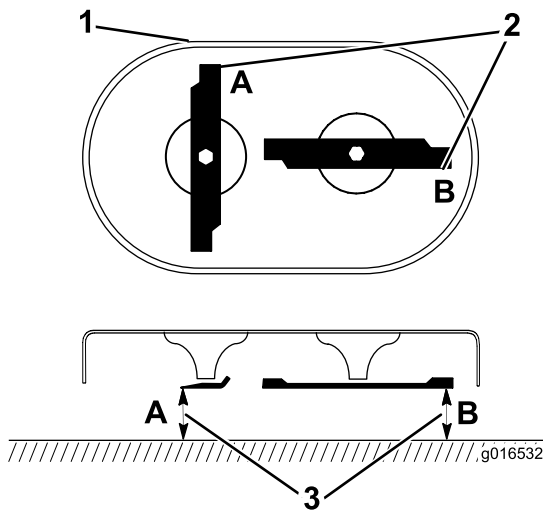

Bild 42
1. Drehen Sie die Messer, bis sie wie in Bild 42 dargestellt positioniert sind.
2. Messen Sie an den Stellen A und B von der ebenen Fläche zu den Schnittkanten (Bild 42) und notieren Sie beide Werte.